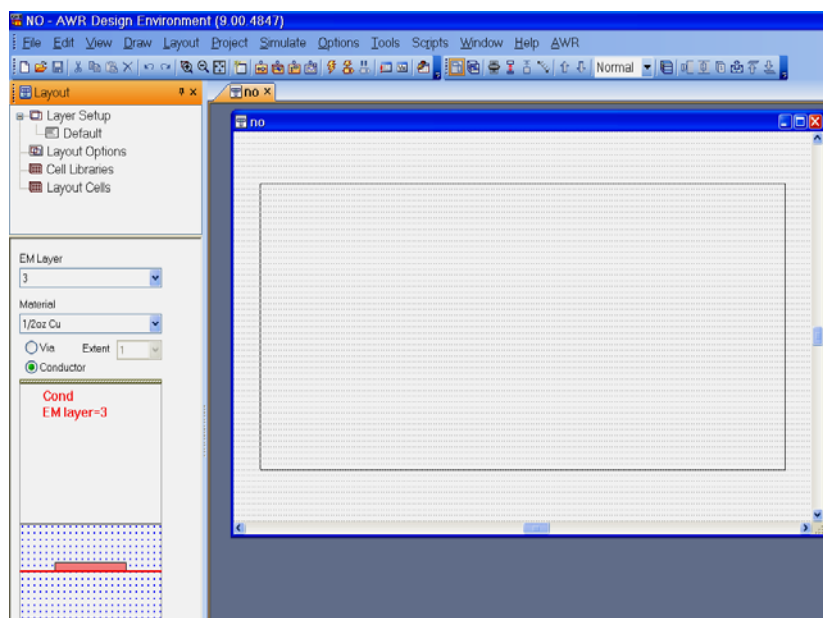

Рис. 6.101
1. В поле **EM Layer** (Слой электромагнитной структуры) менеджера топологии введите **3**. В поле **Material** введите **1/2oz Cu**. Отметьте **Conductor**. Электромагнитная структура будет выглядеть, как показано на рис. 6.101. В нижней части окна менеджера топологии отображается структура слоёв и слой, на котором будет выполняться черчение.